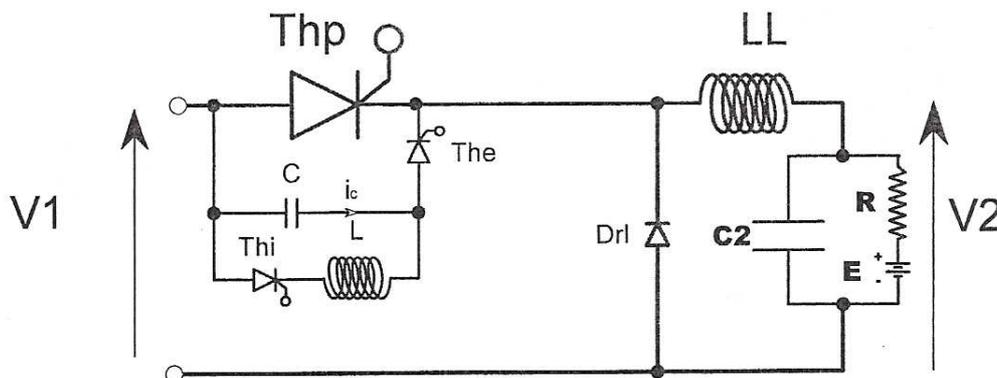
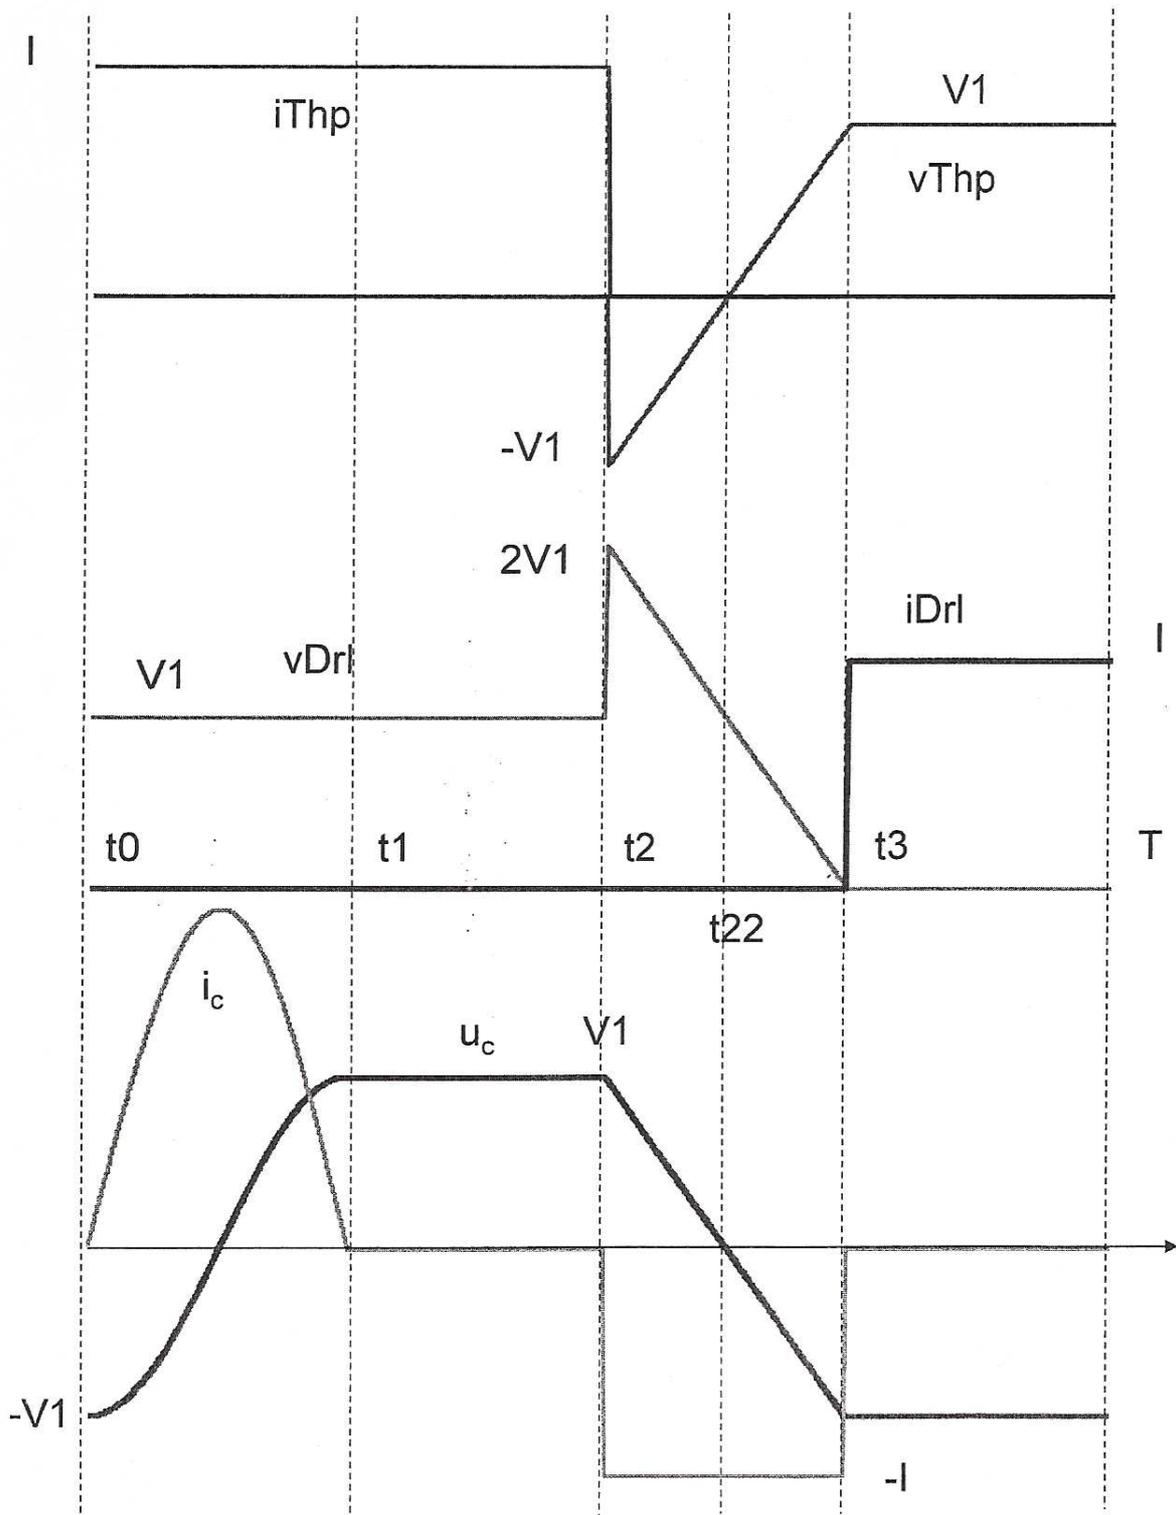

Figure 2  $L = 10 \mu\text{H}$  ;  $C = 1.25 \mu\text{F}$
Figure 3 ( à rendre avec vos annotations )
Le commutateur de puissance T est constitué par un thyristor principal Thp associé à un circuit d'extinction passif composé de L et C (figure 2). Le thyristor auxiliaire Thi assure l'inversion de la tension aux bornes du condensateur C et le thyristor auxiliaire The l'extinction du thyristor principal Thp. Les formes d'ondes relevées aux bornes des différents éléments sont représentées à la figure 3. Ce montage est dimensionné pour un courant maximum dans la charge de 80 A ( $I = 80$  A).
- ✓ 14. Expliquer clairement, en vous aidant de la figure 3, les différentes phases de fonctionnement de cet ensemble aux instants :  $t_0$  ;  $t_1$  ;  $t_2$  ;  $t_3$  ;  $T$ .
21. Représenter les distorsions apportées par la présence de  $L_1$  sur les formes d'ondes de la figure 3.